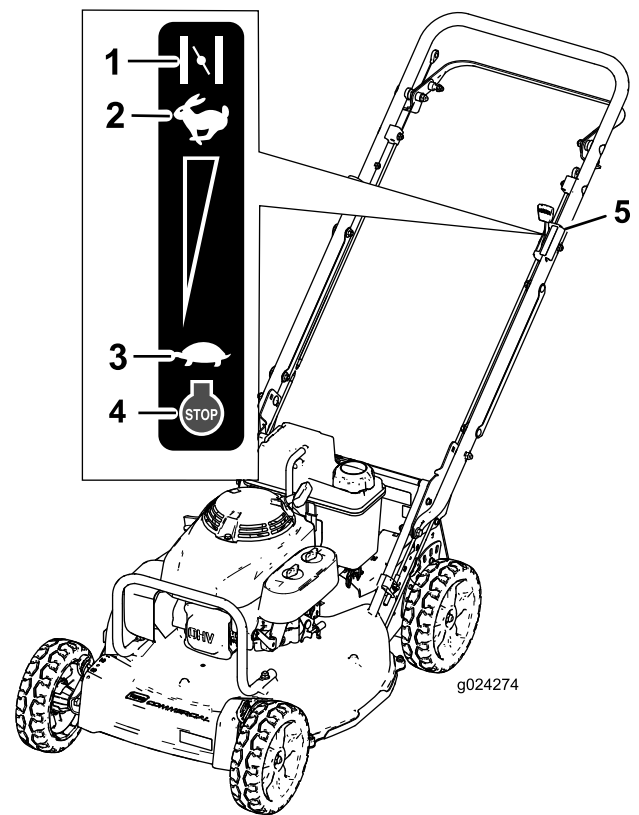

Figure 13
3. Réglez la commande d'accélérateur en position Starter (Figure 13).
5. Lorsque le moteur démarre, amenez la commande d'accélérateur en position haut régime (Figure 13).
Relâchez la barre de commande de la lame et placez la commande d'accélérateur en position Arrêt (Figure 13).